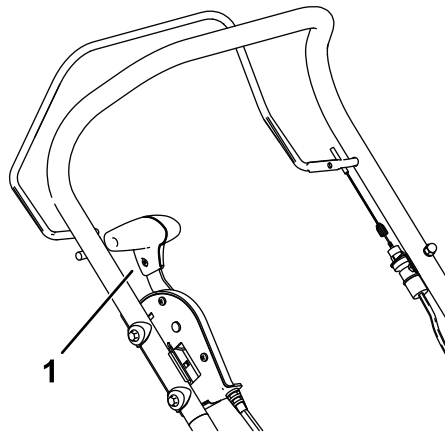

Figura 10
2. Spostate la leva di trasporto completamente all'indietro verso di voi, nella posizione di trasporto (Figura 10).
5. Spostate la leva di trasporto completamente all'indietro verso di voi, nella posizione di trasporto (Figura 10).
Per spegnere il motore, rilasciate la barra di comando della lama e spostate la leva di trasporto completamente all'indietro verso di voi, in posizione di trasporto (Figura 10).